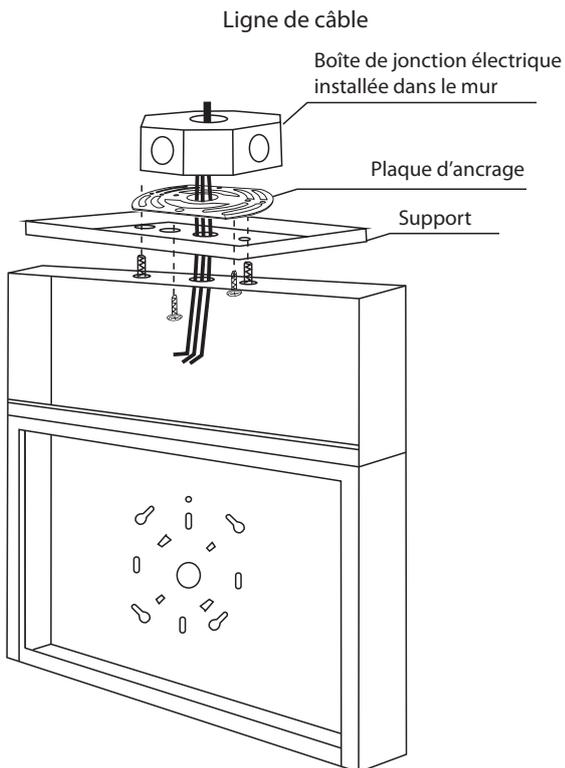

Fig.5
- 5.2.2. Un passe-fil simple et deux entrées défonçables pour vis de fixation sont estampés sur le dessus et à l'extrémité de l'enseigne. Percer les trois trous appropriés : les trous supérieurs pour le montage au plafond et les trous d'extrémité pour le montage mural en extrémité (Fig. 5).
- 5.2.5. Fixer solidement le panneau au mur ou au plafond. L'espacement des trous du capot est conçu pour s'adapter à la plupart des boîtes de jonction électriques standard. Une plaque d'ancrage universelle en acier est fournie pour permettre le montage sur des boîtes de différentes tailles et types (Fig. 5).